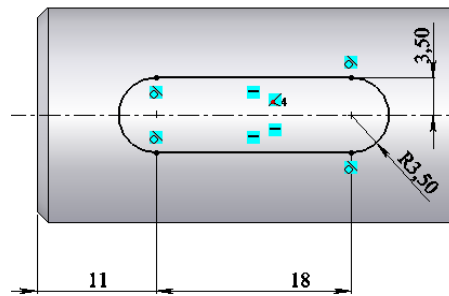

Рис. 4.2.6. Ескіз шпонкового пазу
11. На новоствореній площині створіть ескіз для отвору під шпонку. Ескіз зображений на рис. 4.2.6. Виріжте матеріал на довжину 5мм.